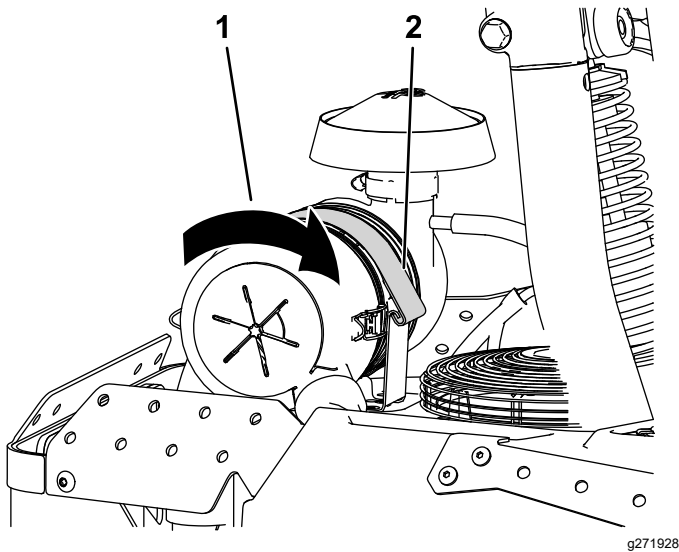

Bild 19
1. Entfernen Sie den Luftfilterhaken und drehen Sie den Filter nach vorne, so dass die Abdeckung des Heckfangsystems ausreichend Platz für die Montage hat (Bild 19).
4. Drehen Sie den Luftfilter wieder in seine ursprüngliche Position und montieren Sie den Haken (Bild 19).